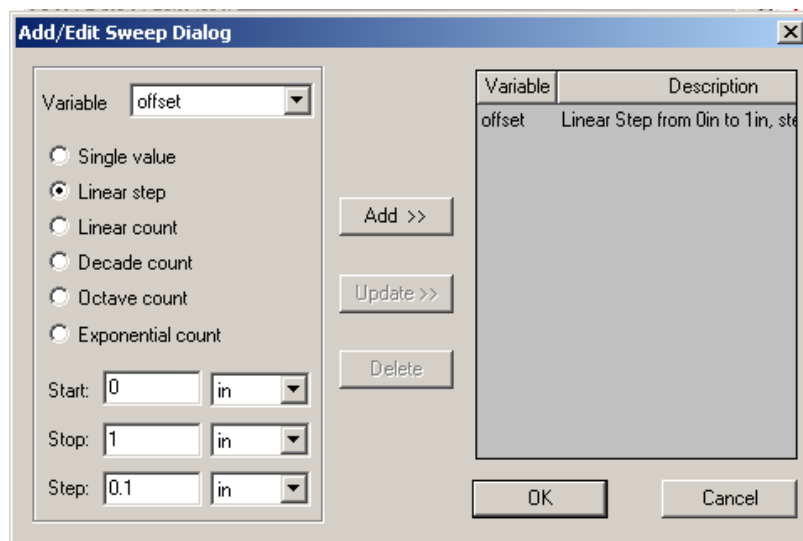

Рис. 7.2. Диалог редактирования параметров оптимизации
1. В закладке **Sweep Definitions**, нажмите **Add**. Появляется окно **Add/Edit Sweep** (рис. 7.2).
7. Щелкните **Add**. Появляется диалоговое окно, показанное на рис. 7.2.
8. Щелкните **OK**. Вы возвращаетесь к диалоговому окну **Setup Sweep Analysis** (рис. 7.2). Кроме равномерного шага в диапазоне изменения, можно выбрать разбиение на заданное количество шагов (Linear count), логарифмический масштаб изменения диапазона (Exponential count).